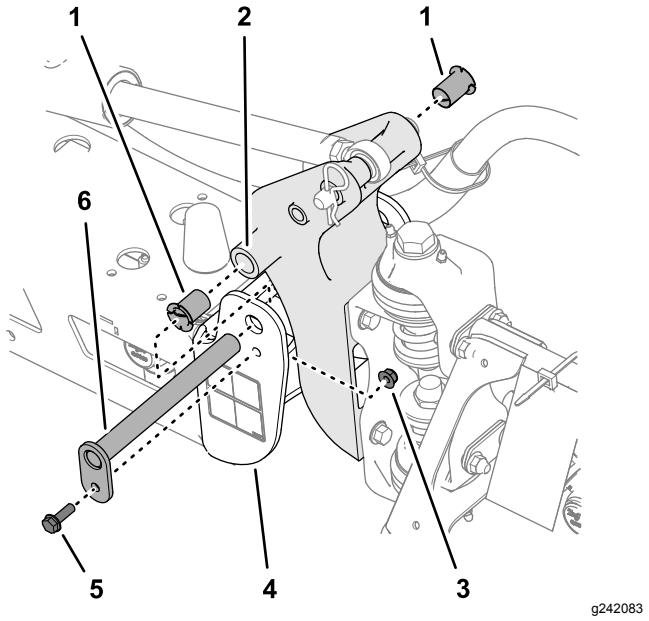

Bild 105
- Entfernen Sie die Schraube und die Mutter, mit denen der Lagerbolzen befestigt ist, und nehmen Sie den Bolzen ab (Bild 105).
- Nehmen Sie die Nylonbüchsen vorne und hinten an der Schwenkhalterung ab und prüfen Sie sie (Bild 105).
- Tragen Sie etwas Öl auf die Nylonbüchsen auf und setzen Sie diese in die Schwenkhalterung ein (Bild 105).
- Fluchten Sie die Löcher in der Schwenkhalterung mit den Löchern im Endkanal aus (Bild 105).